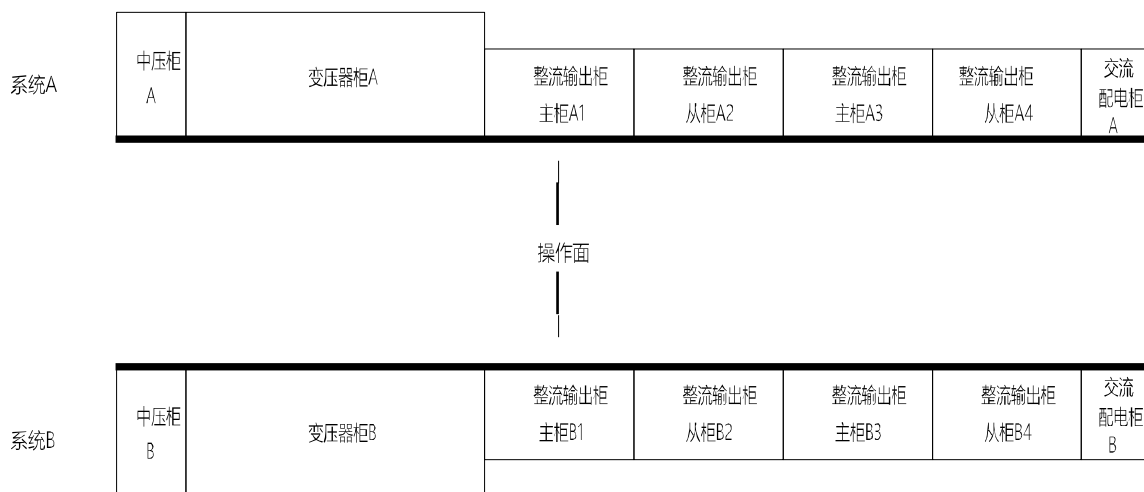

图1-1 机柜布置示意图
当电源系统按标准的配置布局时，电源系统的布局如图 1-1 所示。一般情况下，我们把中压柜在系统左侧(柜前正视)的排布为 A 排布，把中压柜在系统右侧(柜前正视)的排布为 B 排布（以下把按 A 排布的电源系统简称为 A 系统，按 B 排布的电源系统简称为 B 系统）。
2. 图 1-1 中整流输出柜的主柜是指配置直流母联开关的机柜，从柜是指未配置母联开关的机柜。
3. 图 1-1 中整流输出柜的编号 A1/A2/A3/A4 和 B1/B2/B3/B4 仅用于表示安装位置，出厂时机柜无此编号。